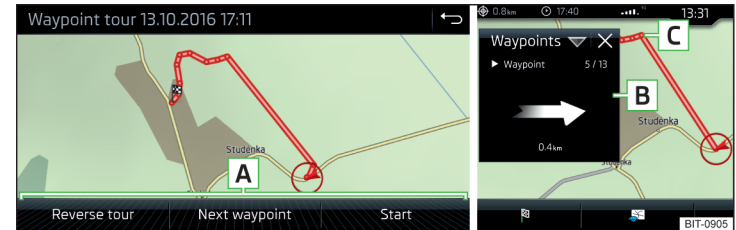

Abb. 233 Anzeige einer Wegpunkt tour / Abfahren einer Wegpunkt tour
- Eines der folgenden Menü auswählen **A** » Abb. 233.
Während des Abfahrens einer Wegpunkt tour erfolgt im Zusatzfenster **Wegpunkte** die Anzeige der Richtung sowie des Abstands zum nächsten Wegpunkt, der fortlaufenden Nummer des nächsten Wegpunktes sowie der Gesamtzahl der Wegpunkte **B** » Abb. 233.
Die Wegpunkt tour von der Fahrzeugposition zum nächsten Wegpunkt „nimmt“ während der Fahrt sukzessive „ab“ **C** » Abb. 233.
- > Anzeige der Wegpunktstour » Abb. 233 auf Seite 201